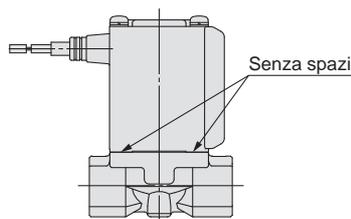
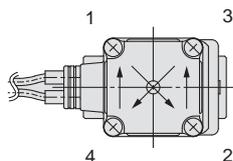

Fig.1
Fig.2
- Premere l'assieme bobina contro il corpo e serrare le viti applicando due o più giri diagonalmente (Fig. 2) in modo che non ci siano spazi liberi tra l'assieme bobina e il corpo (Fig. 1). Serrare le viti nell'ordine "1→2→3→4→1→2→3→4".
- * Dopo il serraggio delle viti, verificare che non vi siano spazi tra la bobina e corpo (Fig. 1).